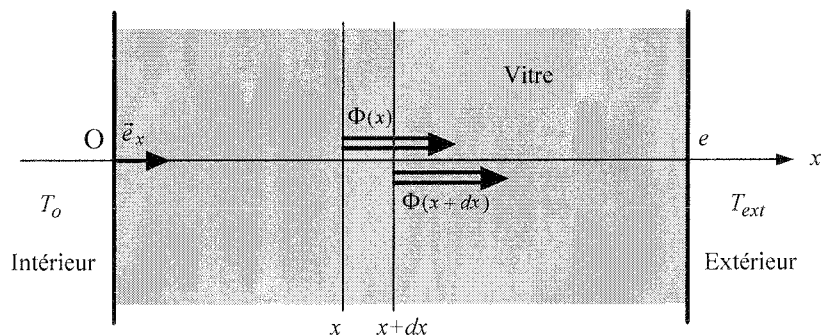

Figure 2
- Il n'y a aucune accumulation d'énergie en tout point du matériau. Montrer que le bilan thermique sur un petit élément volumique de paroi vitrée, d'aire S et d'épaisseur dx , situé entre les abscisses x et $x+dx$, permet de montrer que la température $T(x)$ est une fonction affine de x , à l'intérieur du verre (figure 2).